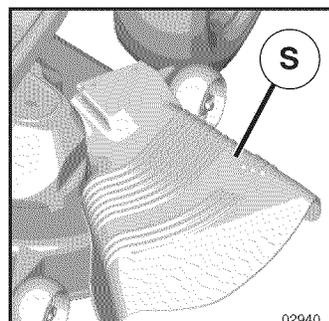

Fig. 23
**PRECAUCIÓN:** No opere la segadora sin, ya sea, el recogedor de césped completo en las segadoras así equipadas o con la protección contra la descarga (S) en su lugar. (Vea Fig. 23)